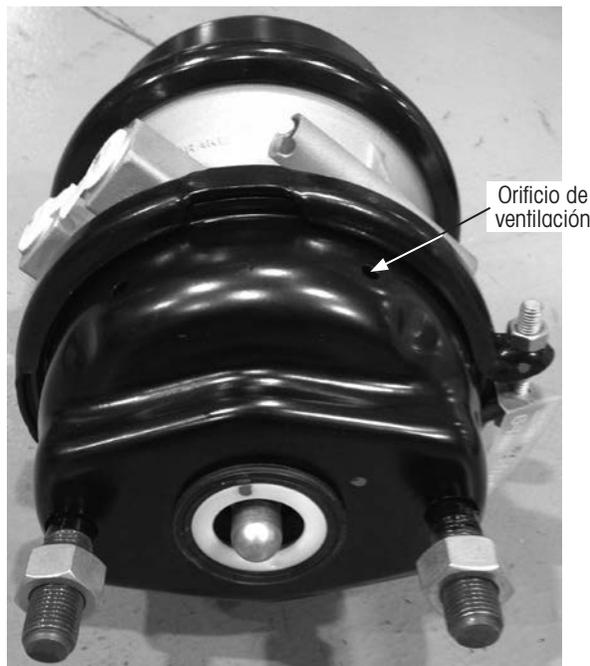

Figura 42: Ejemplo de cámara de freno ADB
**AVISO:** Debe instalarse con el orificio de ventilación abierto en la posición más abajo (Figura 42).